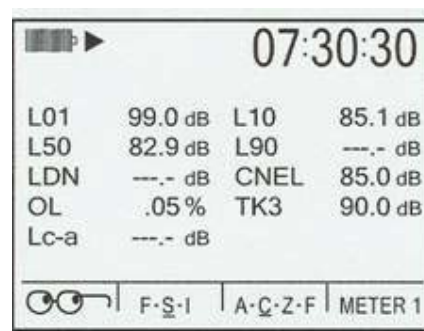

Figura 7-8: Pantalla de Ruido Comunitario
Esta pantalla muestra los resultados de las mediciones comúnmente asociadas con estudios de ruido en la comunidad. Los resultados están disponibles únicamente en esta pantalla para mediciones que son activadas para la sesión corriente Un ejemplo de ruido a la comunidad se muestra en la Figura 7-8
- Excedidos ~ Note en la Figura 7-8 que las mediciones de exceso están etiquetadas de acuerdo con los porcentajes seleccionados en la pantalla de Mediciones, aun cuando están desactivados.
- Estado Activo ~ Si desactivó una medición (OFF) el campo de datos para este será llenado con rayas, tales como los de la Figura 7-8 para LDN y L90.